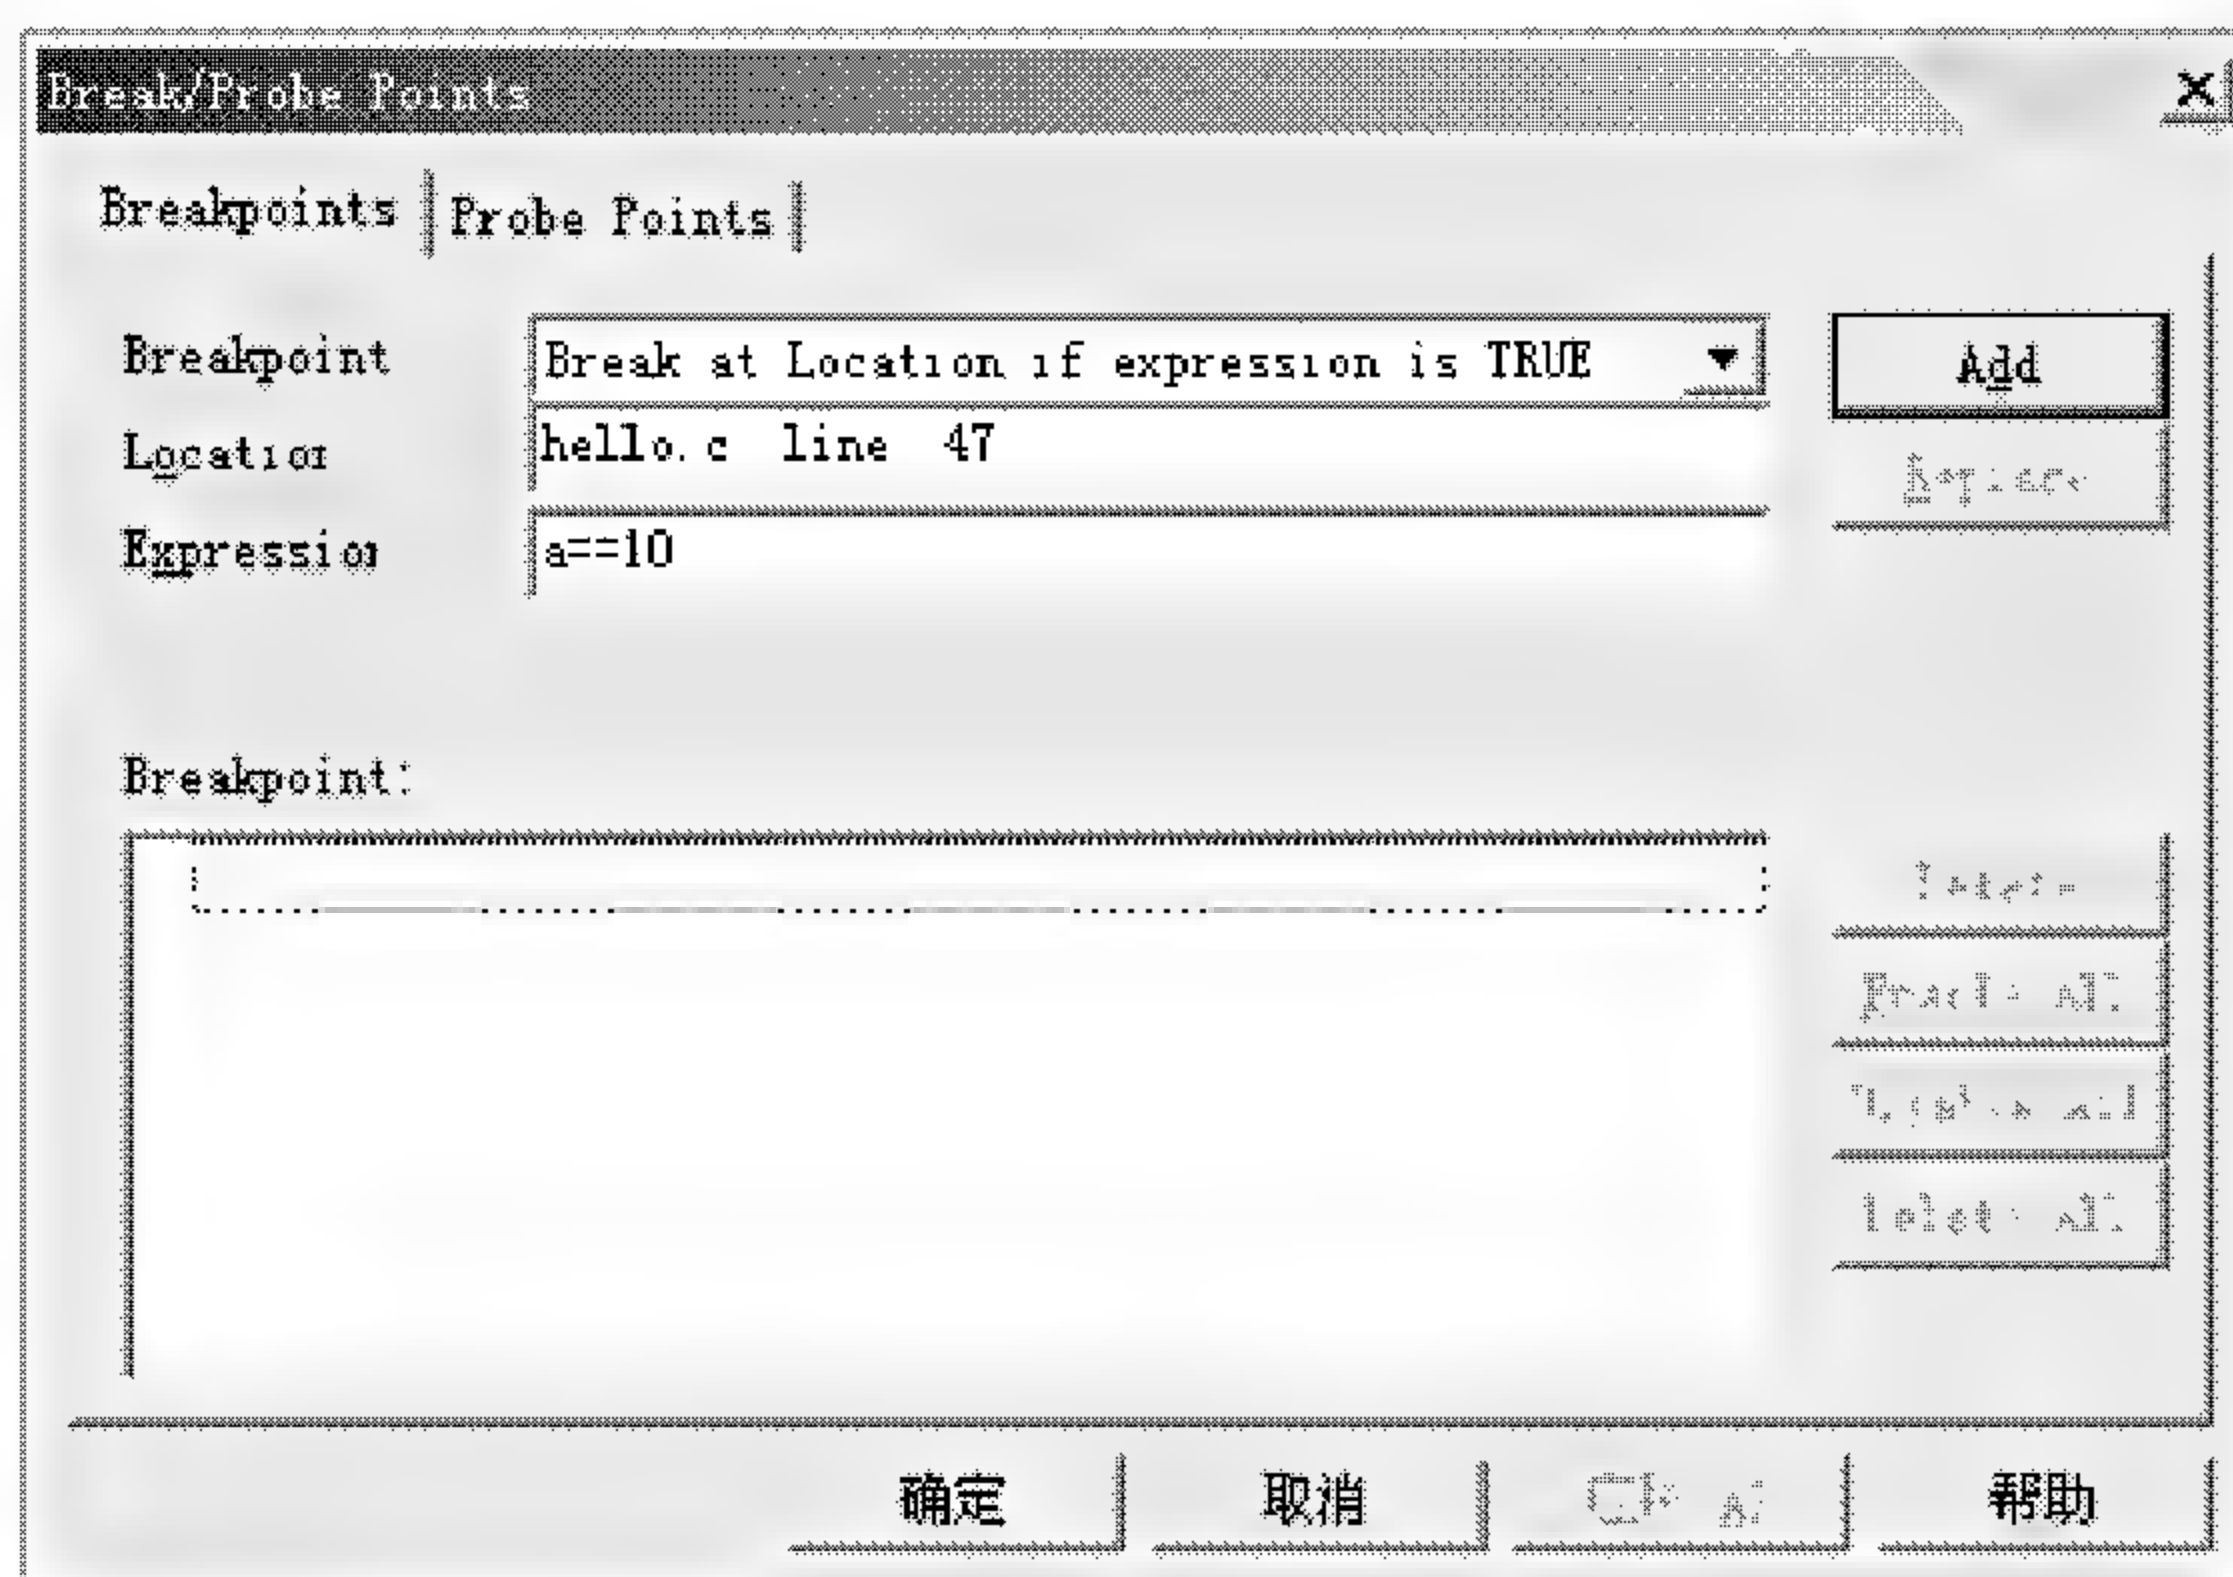

图 3.11 Break/Probe Points 对话框
(1) 选择 **Debug → Breakpoints**，打开 **Break/Probe Points** 对话框(设置断点和探点)，如图 3.11 所示。